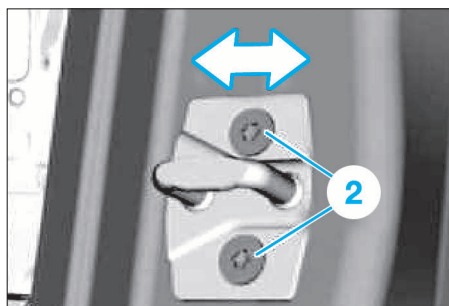

FIG. 52
- Desserrer les vis (2) jusqu'à ce que la gâche puisse encore tout juste être déplacée (Fig.52).